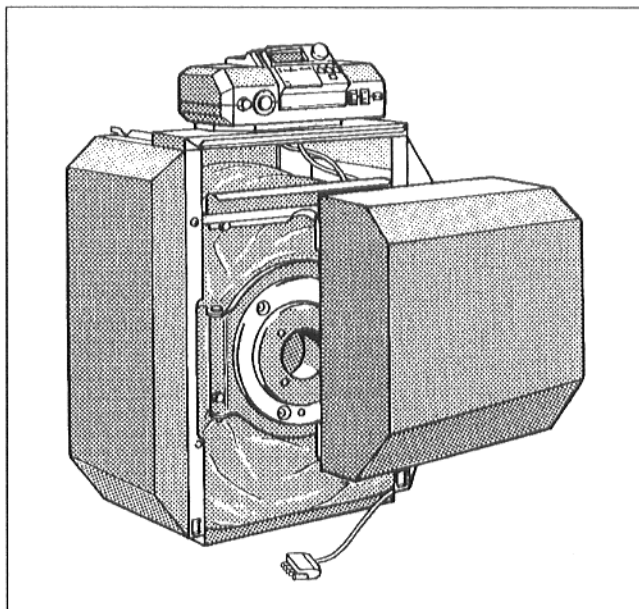

Рис. 25
- Навесить кожух горелки в удерживающую планку траверсы (Рис. 25).